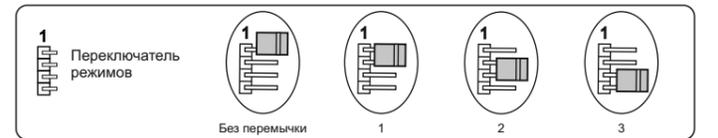

Рисунок 11 – Положение перемычки для задания режимов работы с датчиком
Выбор режима работы устройства с датчиком безопасности производится установкой перемычки в зависимости от того, какой тип контактов имеет датчик, а также желаемой реакции устройства на срабатывание датчика (см. рисунок 11 и таблицу 1).
- установить перемычку переключателя режимов датчика безопасности в положение 2 или 3 (см. рисунок 11);